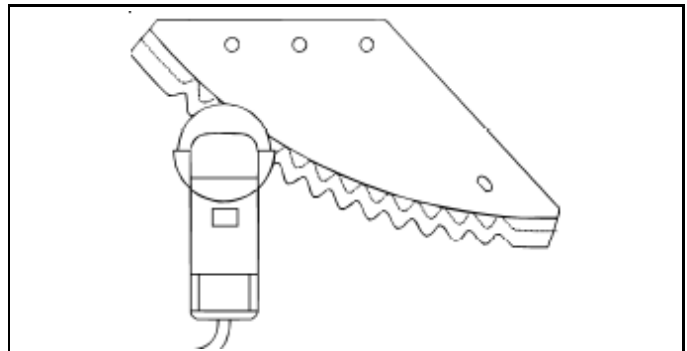

Abb. 9-39
- Zum Schleifen der Schneidmesser einen Winkelschleifer mit einer Fächerschleifscheibe (Abb. 9-39) benutzen.